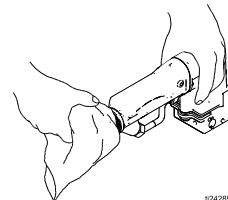

ABB. 14. Pistolenkörper reinigen
5. Ein weiches Tuch mit Lösungsmittel befeuchten und überflüssiges Reinigungsmittel auswringen. Die Außenseite der Pistole und das Abdeckblech damit abwischen. Siehe ABB. 14.